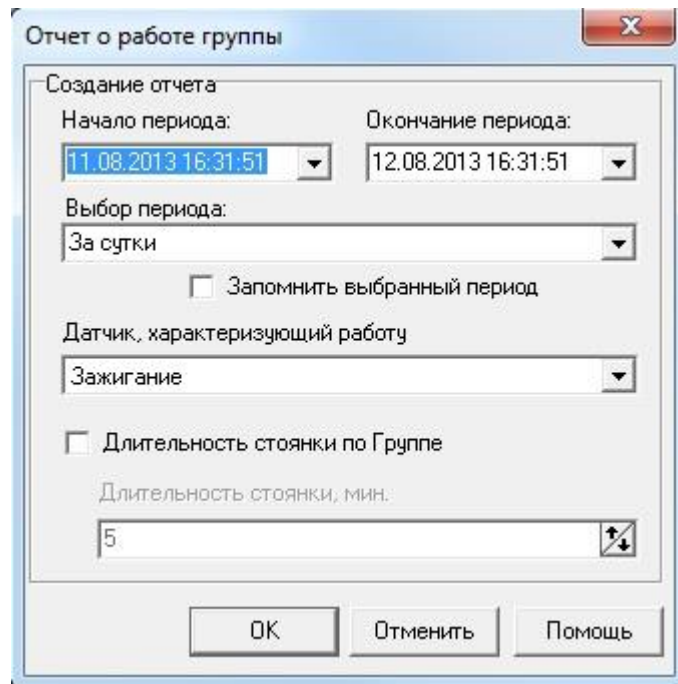

Рисунок 205 – Форма «Отчет о работе группы»
- 1) Вызвать пункт меню «Отчеты» ⇒ «Отчеты о работе на дорогах» ⇒ «Отчет о работе группы». Программа предоставляет форму «Отчет о работе группы» для задания параметров отчета (см. Рисунок 205).